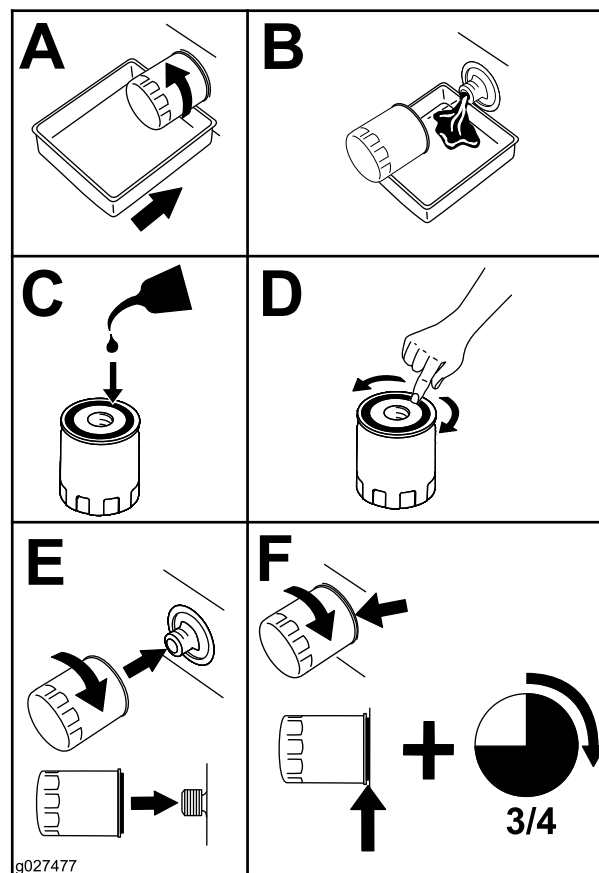

Figura 52
2. Cambie el filtro de aceite del motor (Figura 52).